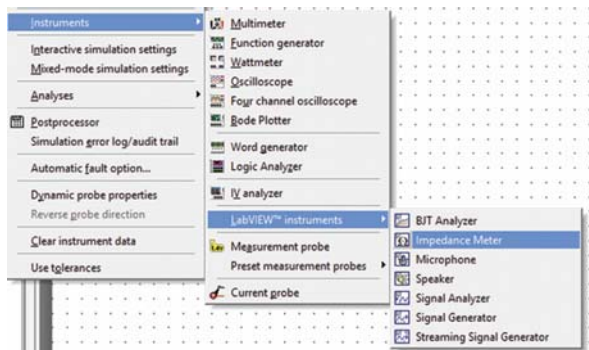

Рис. 1. Меню выбора инструментов анализа
- семь типов расширенного анализа, включая анализ по переменному току (AC), преобразование Фурье (Fourier), анализ в диапазоне температур (Temperature Sweep) и пр.
- добавлены инструменты LabVIEW для проведения различного вида анализа электрических цепей и сигналов (рис. 1).